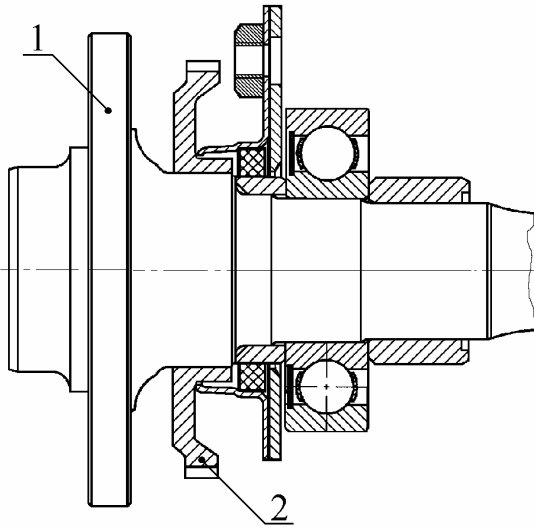

Рис. 13. Замена зубчатого ротора левого (правого) заднего колесного датчика:
6.10.4. Снять полуось 1 (рис. 13) левого колеса с автомобиля и снять с нее зубчатый ротор 2 датчика по ТИ 37.102.25199.40049 (см. КД 37.102.01199.00040).